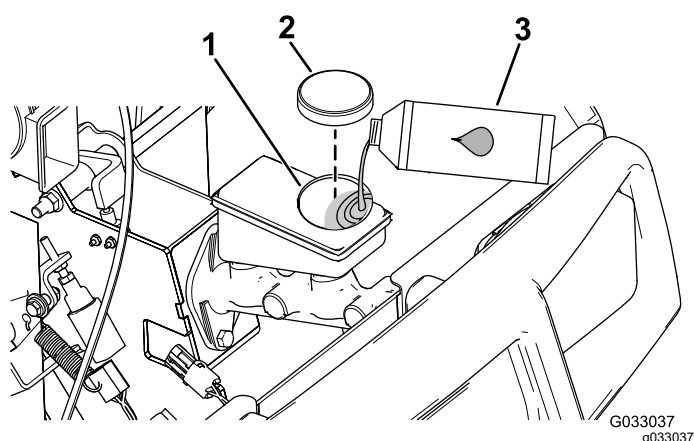

Figura 54
4. Sollevate il cofano per avere accesso al cilindro del freno principale e al serbatoio (Figura 54).
- A. Pulite l'area intorno al tappo del serbatoio e togliete il tappo (Figura 54).
- C. Montate il tappo sul serbatoio (Figura 54).